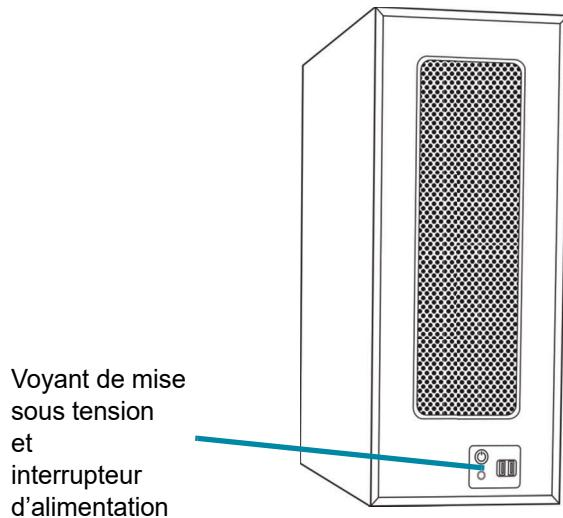

Figure 1-4-3 Mettre sous tension l'ordinateur de l'imageur numérique
3. Mettre l'ordinateur de l'imageur numérique sous tension. (Voir la Figure 1-4-3.)